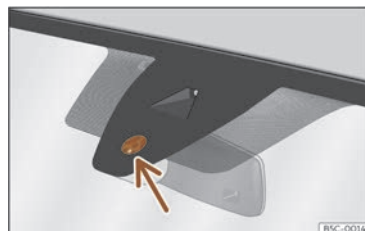

Abb. 113 Sensitive Fläche des Regensensors.
Mögliche Ursachen für Störungen und Fehlinterpretationen im Bereich der sensitiven Fläche >>> (Abb. 113) des Regensensors sind u.a.:
• **Schmutz:** Trockener Staub, Wachs, Scheibenbeschichtungen (Lotuseffekt) oder Waschmittelmittelrückstände (Waschstraße) können den Regensensor tendenziell unempfindlicher machen oder später, langsamer oder gar nicht mehr reagieren lassen. Die Sensorfläche des Regensensors >>> (Abb. 113) (Pfeil) regelmäßig reinigen und die Scheibenwischerblätter auf Beschädigungen prüfen.